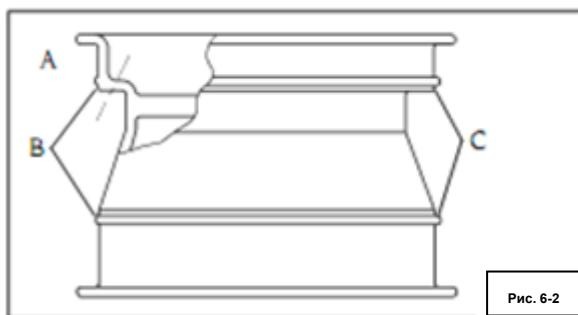

Рис. 6-2
- Ось поперечного сечения некоторых ободьев имеет плавный переход (см. Рис. 6-2). У таких ободьев ярко выражена кривизна С. Точка В располагается выше точки А, поэтому при отрыве борта у таких колес необходимо отжать борт ниже точки В. При монтаже шины борт, расположенный напротив монтажной головки, должен быть выше точки В. В этот момент борт можно будет завести в монтажный ручей в центре обода.